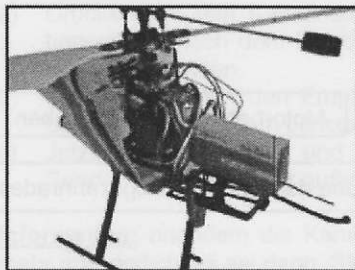

Bild 1
1. entfernen Sie die Landekufen um das vordere Cockpitgehäuse des Helikopters entnehmen zu können wie das nachstehende Bild 1 zeigt.